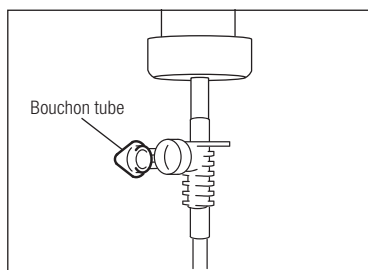

Fig.10
- 3) Ouvrez le bouchon du tube pour que de l'air entre dans la bouteille. (Fig.10)